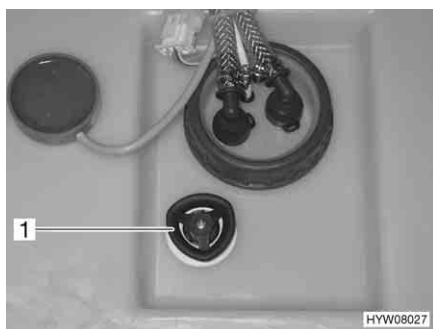

Bild 81 Wassertank mit Drehgriff
- Auf dem Wassertank den Drehgriff (Bild 81,1) im Uhrzeigersinn bis zum Anschlag drehen.
- Auf dem Wassertank den Drehgriff (Bild 81,1) entgegen dem Uhrzeigersinn bis zum Widerstand drehen. Das Wasser läuft bis auf ca. 20 Liter aus.
- Auf dem Wassertank den Drehgriff (Bild 81,1) entgegen dem Uhrzeigersinn über den Widerstand hinaus bis zum Anschlag drehen, um die Ablauföffnung vollständig zu öffnen.